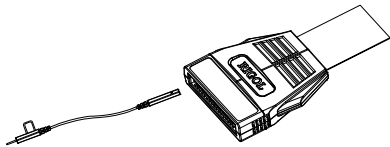

图 1
- ◆ 方法一：用户可通过输入端引线单独连接各个被测信号。通过输入端引线上的通道标示以及探头输入端上的标签可方便地识别每个信号所对应的通道号，如图 1 所示。